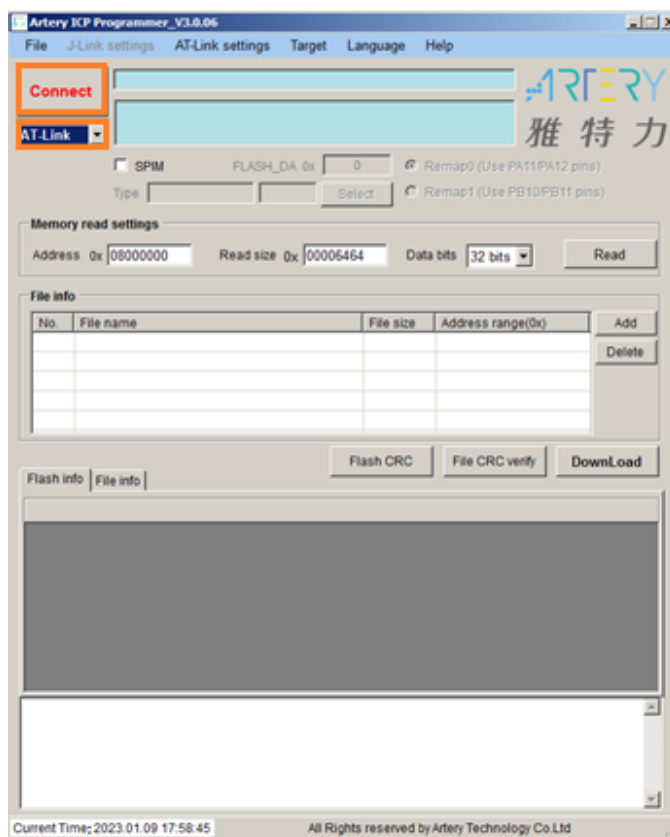

Рисунок 3.3 – Подключение
3.4.4 Нажать кнопку **Connect** (рисунок 3.3).